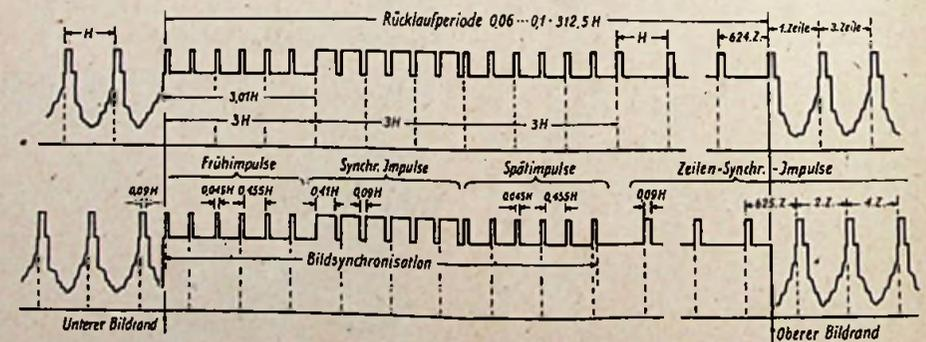

Abb. 3. Impulse für die Bildsynchronisation. Oben vor dem ersten, unten vor dem zweiten Halbbild
- Bildimpulse: 6 schmale Doppelzellen-Frühimpulse, 6 breite Doppelzeilen-Synchronisationsimpulse, 6 schmale Doppelzellen-Spätimpulse (Abb. 3).
Abb. 3. Schematische Darstellung des Aufbaues der Bildaufnahme-röhre „Vidicon“. Rechts: Bildschirm mit der Transparenzscheibe in vergrößelter Darstellung (unmaßstäblich mit übertriebenen Dicken)